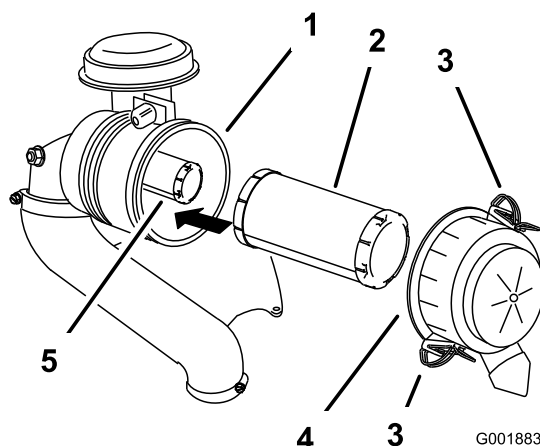

Figura 40
3. Abra los cierres del limpiador de aire y tire de la tapa de la entrada de aire para separarla del cuerpo del limpiador de aire (Figura 40).
5. Extraiga con cuidado el filtro primario de la carcasa del limpiador de aire (Figura 40).
2. Si va a cambiar el filtro interior, deslícelo cuidadosamente en el cuerpo del filtro (Figura 40).
3. Deslice cuidadosamente el filtro primario por encima del filtro de seguridad (Figura 40).
4. Instale la tapa del limpiador de aire y fije los cierres (Figura 40).